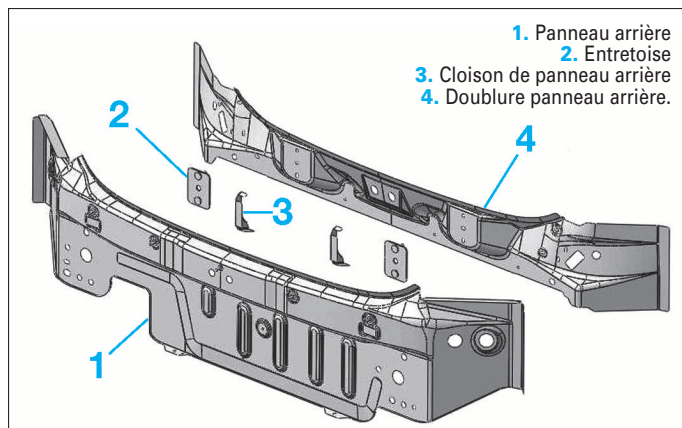

FIG. 91
- Compositions des pièces neuves (Fig.91).